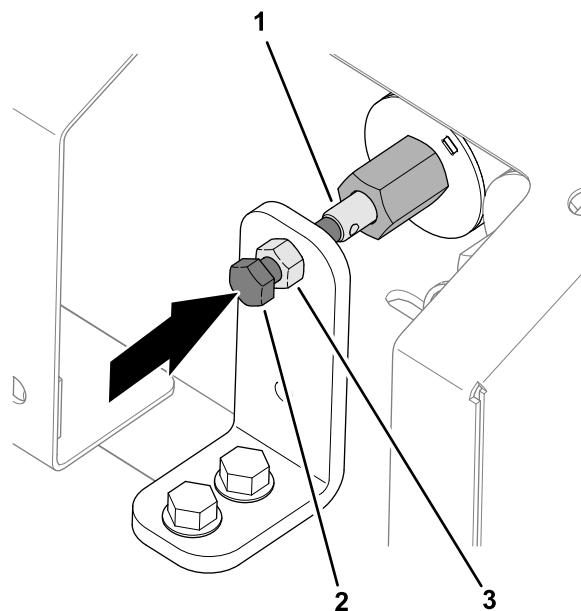

図 30
1. 手動優先ブラケットのジャムナットをゆるめる 図 30。
2. 優先バルブの六角ヘッドねじを右に回すとフロア速度が増大する 図 30。